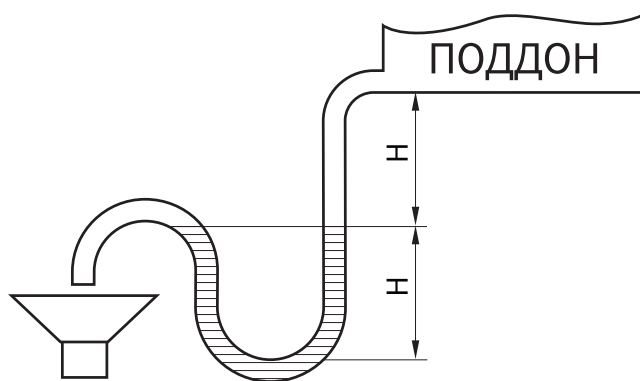

**Рисунок 34.** Устройство водяного воздухоохладителя:
Для свободного слива конденсата из поддона устанавливаются воздухоохладители в канал вентиляции необходимо с небольшим наклоном (2–3°) к горизонтали в сторону сливного патрубка (см. рис. 34).
Монтаж воздухоохладителей в системе вентиляции осуществляется путем крепления его к ответным фланцам воздухопроводов или других агрегатов вентиляционной системы при помощи болтов (6 на рис. 34), предварительно вывернутых из корпуса (усилие затяжки не более 2 кг/м). Необходимо обязательно герметизировать стыки соединения легкосъемным уплотнителем для возможности демонтажа корпуса при техническом обслуживании.
На патрубок (3 на рис. 34) надевается дренажный шланг (5) с внутренним диаметром  $\varnothing 20$  мм для отвода образующегося при работе конденсата из поддона (4). Уклон шланга при прокладке должен быть не менее 0,01-0,02 (без подъемов и провисаний).
Для предотвращения засасывания конденсата обратно в систему рекомендуется установить на сливном патрубке специальный сифон либо организовать на сливном шланге участок засифонивания – изгиб (7 на рис. 34).
Для контроля работы воздухоохладителя достаточно установить датчик температуры теплоносителя на выходе в нижней части соответствующего патрубка водяного коллектора (2 на рис. 34). Датчик устанавливается взамен заглушки 11 при снятом поддоне 4. Кабель от датчика проводится через боковую стенку корпуса в любом удобном месте при обеспечении герметизации отверстия ввода.